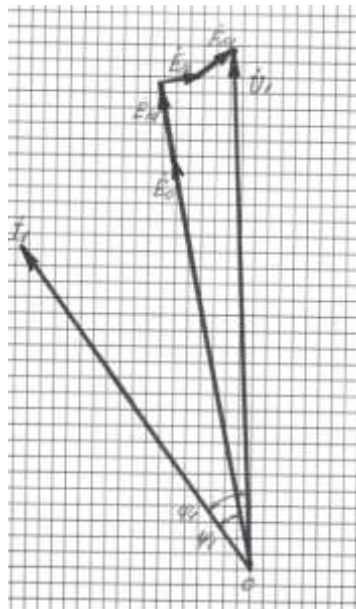

Рисунок 33. Векторная диаграмма синхронного генератора
- 6) Строим векторную диаграмму (рис.33):